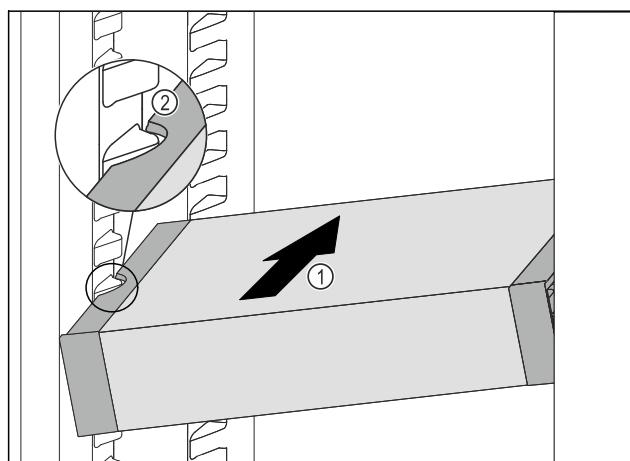

Fig. 63
- Вдвигайте VarioSafe под наклоном в холодильное отделение Fig. 63 (1), пока боковые выемки Fig. 63 (2) VarioSafe не окажутся на высоте выступа резервуара в холодильном отделении.